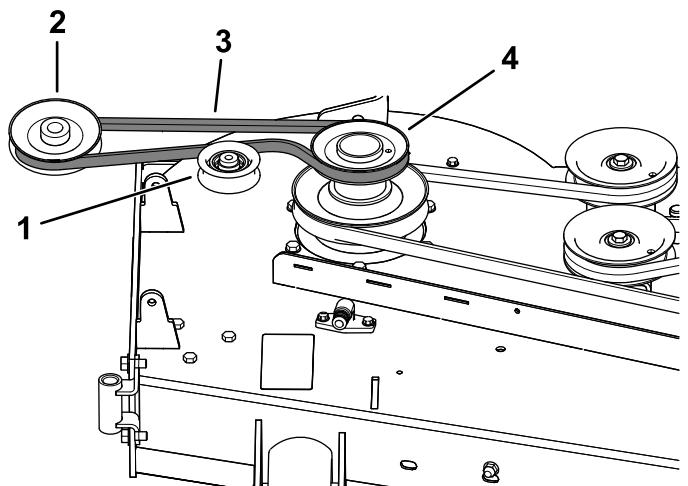
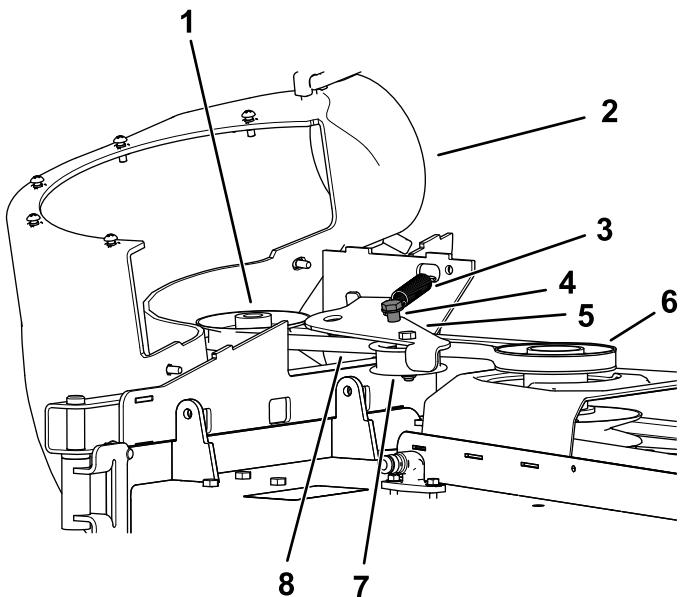

Figure 26
Figure 27
1. Si nécessaire, installez la courroie sur la poulie de ventilateur (Figure 26).
1. Chaussez la courroie sur la poulie de ventilateur (Figure 26 et Figure 27) ; voir 11 Montage du ventilateur \(page 16\).
3. Tirez sur la poulie de tension rappelée par ressort pour l'éloigner de l'ergot fixe et chaussez la courroie sur la poulie du plateau de coupe (Figure 27).
4. Acheminez la courroie autour de la poulie d'entraînement, comme illustré à la Figure 26 et la Figure 27.